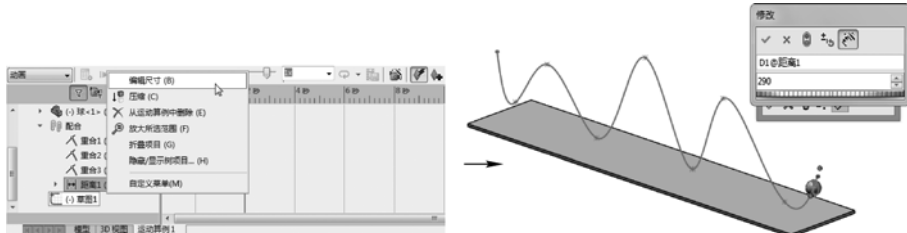

图 5-25 新时间点处重新定义“距离”配合操作
STEP 3 单击底部的“运动算例 1”标签，打开“运动算例”操控面板，将“当前时间点”置于“2s”处，编辑距离配合，定义此时间点处的距离为“290mm”，如图 5-25 所示。完成操作。